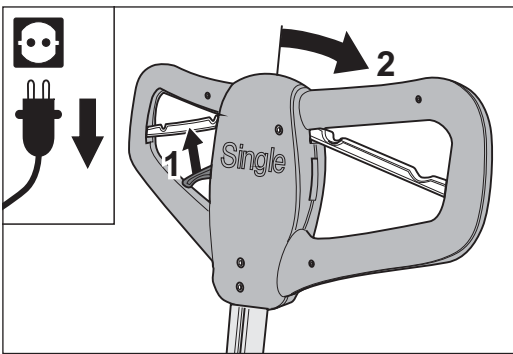

Abb. 39 Am Verstellhebel ziehen um die Verriegelung zu lösen (1) und den Stiel nach hinten kippen (2).
- 5 Ziehen Sie den Verstellhebel am Griff zu sich, um die Verriegelung des Stiels zu lösen (Abb. 39, 1) und kippen Sie den Stiel nach hinten in die waagerechte Position (Abb. 39, 2).